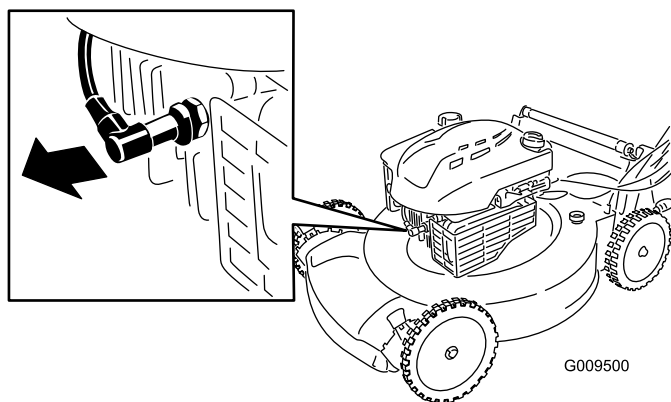

Figura 23
2. Staccate il cappello dalla candela (Figura 23) prima di eseguire interventi di manutenzione.